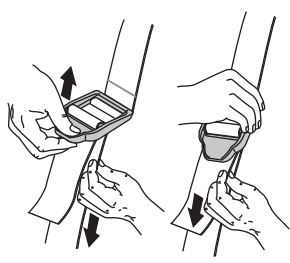

Fig. 19
4. Ajuste la longitud de acuerdo a la medida del operador. Tire de la orejeta para alargarlo y tire de la correa para acortarlo (Fig. 19).